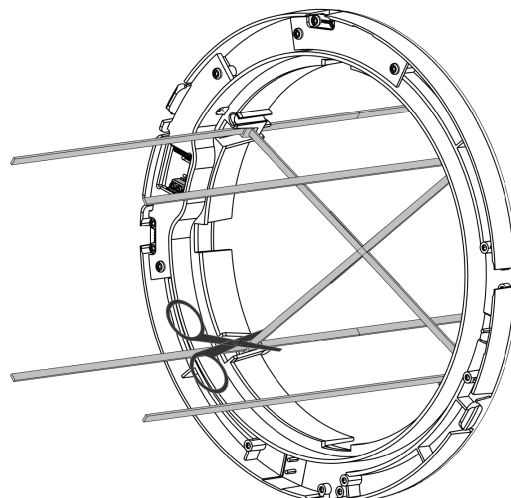

Figure 23 - Pliez et coupez les bandes « montées ».
4. À l'aide de ciseaux ou d'un couteau, coupez chacune des bandes supplémentaires le plus près possible du bord (voir Figure 23).